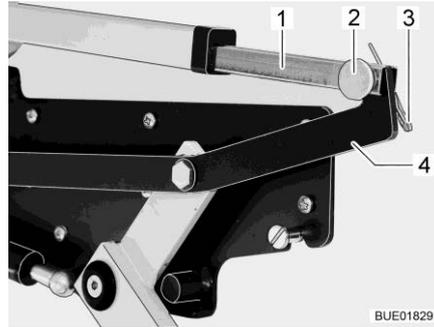

Fig. 142 Accionamiento para cama elevada
- Separar la unión entre la barra de empuje (Fig. 142,1) y la palanca (Fig. 142,4). Para ello, extraer la clavija hendida (Fig. 142,3) y el pasador (Fig. 142,2).